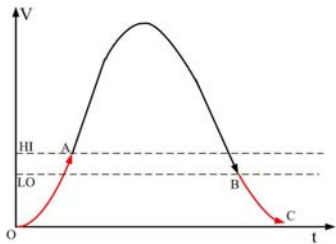

图 1: 电压继电器 1 工作原理
(1) 欠电压 1: 当检测的电压正常时, 欠电压 1 输出继电器动作, 当检测电压低于欠电压设定值 L0 压时, 欠电压 1 输出继电器释放。欠电压 1 输出继电器的动作和被测电压变化的关系如图 1 所示: 0A、BC 段表示欠电压保护区, 输出继电器释放, AB 段输出继电器吸合。